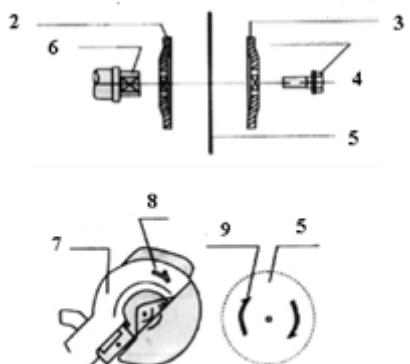

Рис. 1
4. За годинниковою стрілкою викрутити болт (4 рис.1). Зніміть зовнішній фланець (3 рис.1) і пильний диск (5 рис.1).
5. Встановіть пильний диск (5 рис.1) на внутрішній фланець (2 рис.1).
6. Встановіть зовнішній фланець (3 рис.1). Переконайтесь в правильності напрямку обертання (9) пилового диска (5 рис.1), згідно з маркуванням (8 рис.1) нанесеною на захисному кожусі (7 рис.1).
7. Закрутіть болт (4 рис.1) обертанням проти годинникової стрілки, утримуючи кнопку фіксації пильного диска в натиснутому положенні. Встановіть і закріпіть захисний кожух.